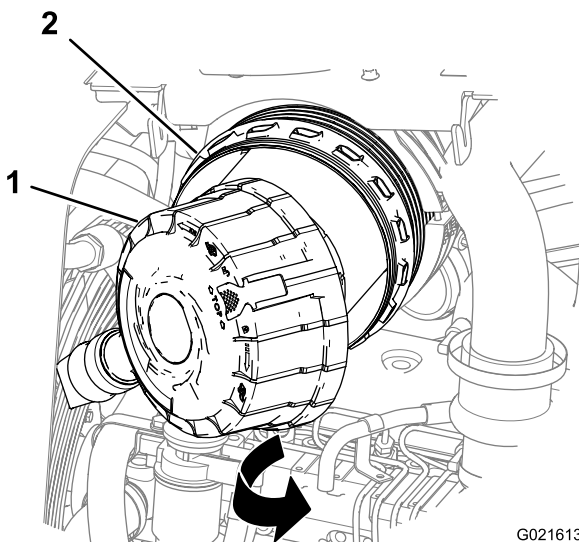

Bild 50
4. Ziehen Sie die Luftfilterabdeckung vom Luftfiltergehäuse ab, um das Gehäuse abzunehmen (Bild 50).
2. Fluchten Sie die Luftfilterabdeckung mit dem Filtergehäuse aus (Bild 50).
3. Reinigen Sie das Luftfiltergehäuse innen mit einem sauberen und feuchten Tuch (Bild 50).
3. Reinigen Sie die Innenseite des Luftfiltergehäuses mit einem sauberen, feuchten Lappen (Bild 50).